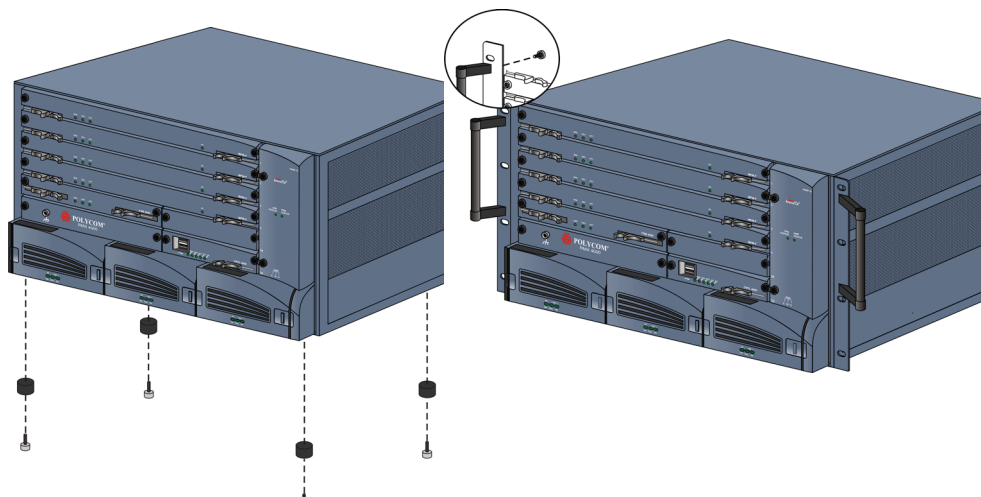

Рис. 1-1 *Необязательно – быстрое снятие рукояток и ножек*
- Не обязательно – в зависимости от стойки может понадобиться снять прикрепленные к RMX 4000 ручки. Открутите ручки от шасси, как показано на Рис. 1-1, *“Необязательно – быстрое снятие рукояток и ножек”*.
- Не обязательно – если для установки RMX 4000 в стойке выделено место высотой 6U, для установки RMX 4000 в стойку необходимо снять ножки. Открутите ножки от шасси, как показано на Рис. 1-1, *“Необязательно – быстрое снятие рукояток и ножек”*.